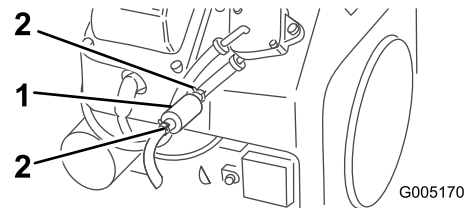

Figure 25
- Pincez les extrémités des colliers et faites glisser ceux-ci pour les éloigner du filtre (Figure 25).
- Placez un bac de vidange sous les conduites d'alimentation pour recueillir le carburant qui s'écoule, puis enlevez le filtre des conduites (Figure 25).